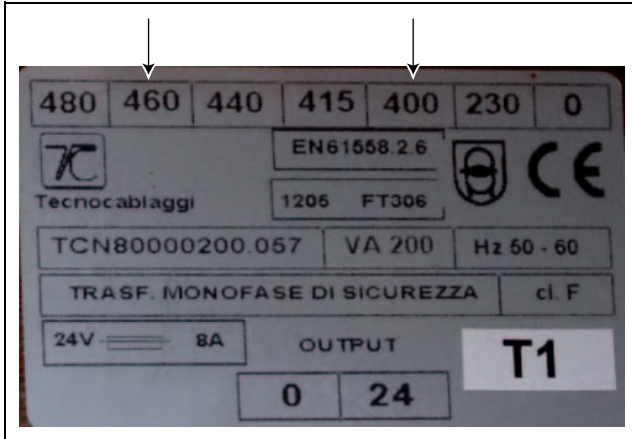

Imagen 21: Conexión transformador
- Desconecte esta conexión y realice la nueva a 460 V (imagen 21).